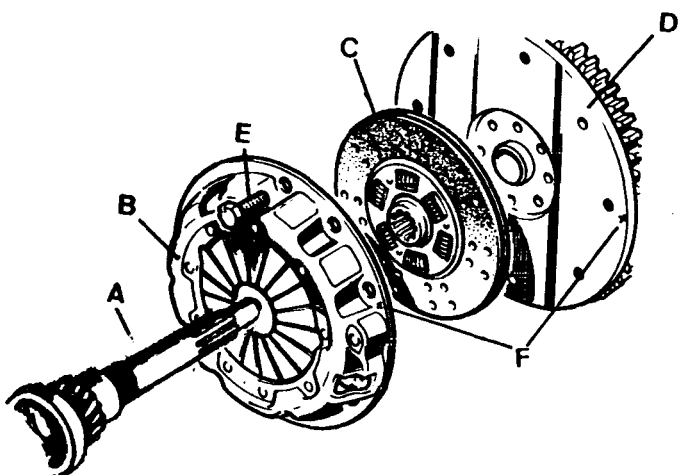

Fig. B-2 Embrague desmontado
- 1.3. Trazar una señal de referencia que indique la posición relativa del plato de presión del embrague respecto al volante del motor (Fig. B-2).
- 1.4. Se soltarán progresivamente y en sentido diagonal, los tornillos E (Fig. B-2) de fijación del plato, hasta que pueda separarse el conjunto del embrague, B con lo que quedará libre el disco conducido, C.
- 3.1. Se hará en orden inverso, situando el disco conducido (Fig. B-2) con la cara señalada con la indicación "FLYWHEEL SIDE" (costado del volante) hacia éste; y se fijará con el plato, después de comprobar la alineación de las marcas de referencia trazadas sobre éste y el volante, empleando, para facilitar esta operación, un eje primario en desuso, A.